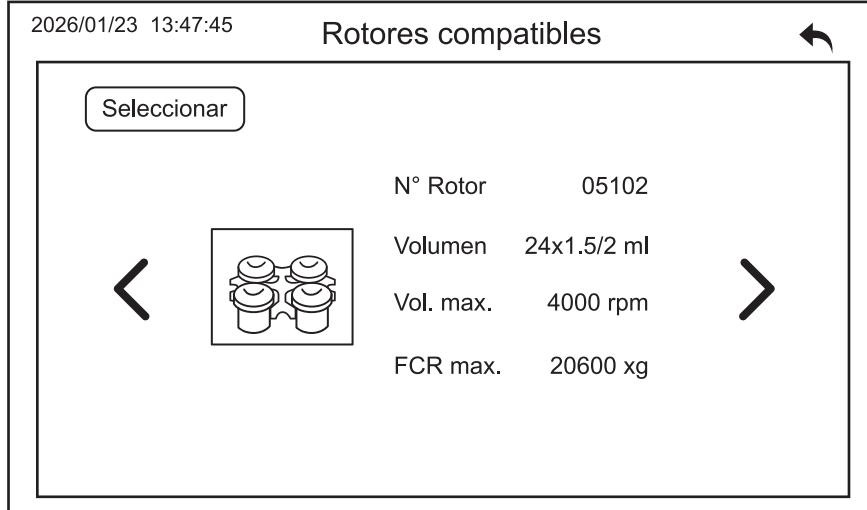

Figura 25
- Pulse los botones < > en la pantalla (Figura 25) para seleccionar el número de rotor deseado y, a continuación.